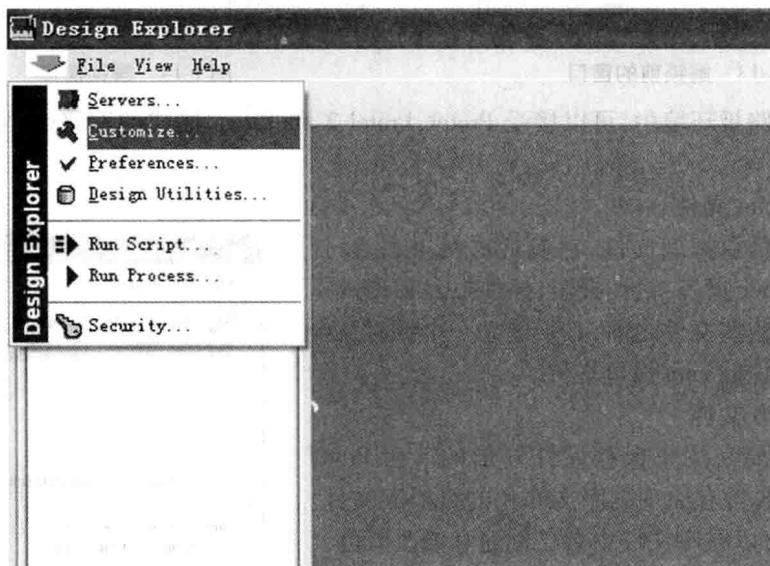

图 1-16 Protel 99SE 基本选项设置菜单
(1) 打开 Protel 99SE, 如图 1-16 所示。单击窗口左上角的 按钮, 执行菜单命令【Customize...】。